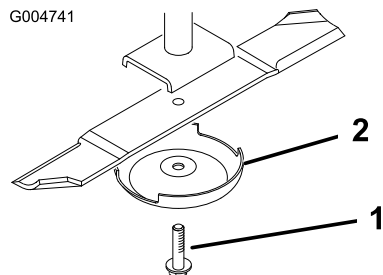

Bild 82
- Halten Sie das Ende des Messers mit einem stark wattierten Handschuh oder wickeln Sie einen Lappen um es herum. Entfernen Sie die Messerschraube, die Antiskalpierkuppe und das Messer von der Spindelwelle (Bild 82).